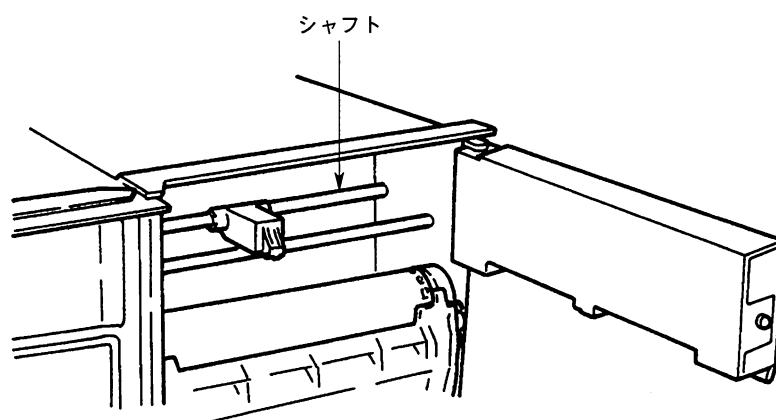

図11.4 清 掃
良好な動作を確保するために、打点モデルのプリンタキャリッジのシャフトに付いた汚れは、ケバのでないやわらかい布か紙でぬぐい取ってください(図11.4参照)。
- (1) 図11.4～図11.6のように配線し、各機器を十分ウォームアップします